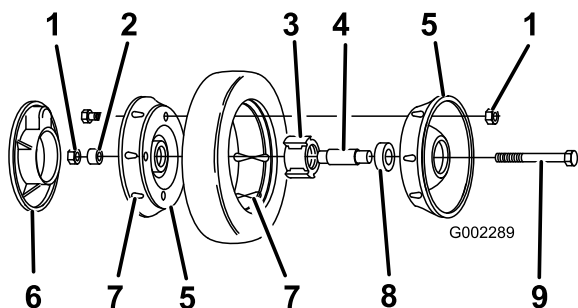

Figure 29
3. Retirez le boulon, la bague d'espacement et le contre-écrou qui fixent la roue au bras de pivot (Figure 29).
4. Séparez du pneu les deux moitiés de la roue en retirant les 4 boulons d'assemblage et leurs contre-écrous (Figure 29).
Remarque: Pour extraire les roulements de l'ensemble moyeu/roulements, appuyez sur la douille d'écartement des roulements (Figure 29).
1. Posez le pneu sur une des demi-roues, en faisant correspondre les reliefs (Figure 29).
2. Placez l'ensemble roulement/moyeu dans le trou central de la moitié de roue. Les ailes du moyeu doivent reposer sur le flasque de l'ouverture (Figure 29).
3. Posez l'autre demi-roue sur l'ensemble moyeu/roulement en faisant correspondre les trous et les reliefs de la roue et du pneu (Figure 29).
4. À l'aide de 2 vis ou boulons entièrement filetés (1/4-20 x 1,50 pouce) et d'écrous non-bloquants, réunissez les deux moitiés de roue sans les serrer. Installez les vis ou les boulons dans les trous opposés (Figure 29).
5. Contrôlez l'alignement de toutes les pièces et serrez les vis alternativement d'un côté et de l'autre pour assurer un serrage uniforme, jusqu'à ce que les demi-roues soient réunies (Figure 29).
6. Montez et serrez les 2 boulons et les 2 contre-écrous retirés auparavant dans les trous libres des demi-roues. Retirez les 2 vis ou boulons longs et remplacez-les par 2 boulons et 2 contre-écrous (Figure 29).
7. Posez la roue sur le bras de pivot à l'aide des boulons, d'une entretoise et d'un contre-écrou. Vérifiez si la bague est bien placée entre le moyeu de la roue et le bras de pivot (Figure 29).